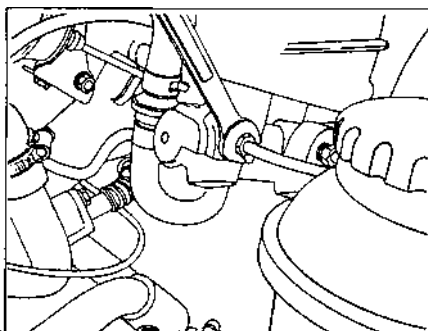

Рис. 7.5.
- отсоединить трубку одного из контуров тормозного привода от ГГЦ (рис. 7.5), дать возможность выйти из ГГЦ воздуху до тех пор, пока тормозная жидкость не начнет вытекать из отверстия, в которое был завернут штуцер отсоединенной трубки. Подсоединить снятую трубку на место, завернув штуцер с усилием 16 Нм;
- один раз медленно нажать до упора на педаль тормоза и, удерживая ее, ослабить крепление ранее снимавшейся трубки, отвернув немного штуцер (рис. 7.5) для того, чтобы удалить воздух из секции ГГЦ, связанной с одним из контуров тормозного привода;